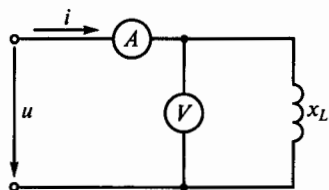

Рис. 93
3.47. Напряжение на зажимах цепи, показанной на рис. 93,  $u = 100 \sin 314t$ . Каковы показания амперметра и вольтметра, если  $x_L = 100 \text{ Ом}$ ?